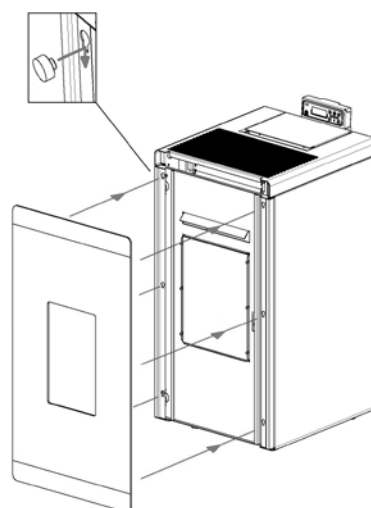

Fig. 47 - Positionner le verre
- Positionner le verre sur la porte en métal: accrocher les têtes des vis sur les trous de la porte (voir Fig. 47).